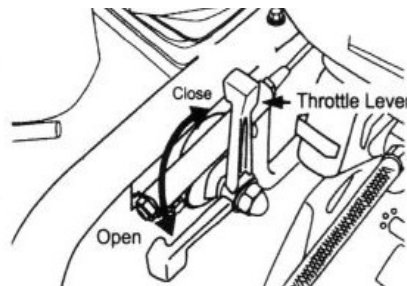

Fig 9
8. Para iniciar la acción del apisonador, mueva la palanca del acelerador (Fig. 9) rápidamente desde la posición **INACTIVO** (cerrado) a la posición **COMPLETAMENTE ABIERTO**. **NO** mueva la palanca del acelerador lentamente, ya que esto podría dañar el embrague o el resorte.